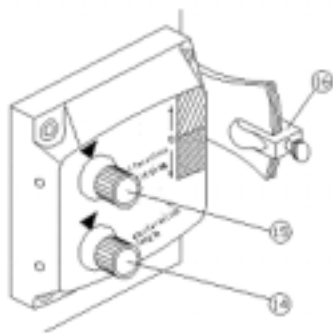
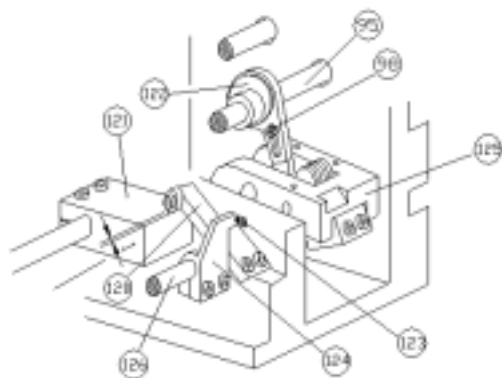

FIG. 46
FIG. 47
Cet ajustement est emporté au moyen du pied de la pression levier de la promenade de l'ascenseur qui peut être atteint en enlevant l'abri sur la partie arrière du bras. Placez un morceau de carte ou a plié le papier sous les pieds de la pression. Avec le cadran gradué pour l'ajustement de la longueur tourné dans complètement un anti comme les aiguilles d'une montre direction, faites 11 trous avec une distance de 16 mm entre le premier et onzième trou. Arrangez le registre de l'arrêt inférieur (98) pour la longueur du point minimum contre le reliant levier (97). Alors mettez le cadran à " 0" et serrez le cadran qui serre la vis. FIG. 28 & FIG.46. Tour le cadran comme les aiguilles d'une montre jusqu'à ce que le vernier soit à place 81/2. Ne mettez jamais le cadran au-delà cette place. Arrangez le registre de l'arrêt
Tournez le cadran de la correction du point gradué (15) aussi loin qu'il entrera un comme les aiguilles d'une montre direction. Mettez le vernier sur ((0)), arrangez-le dans cette place, et alors tourne le cadran aussi loin qu'il entrera un anti comme les aiguilles d'une montre direction. FIG. 46. Tournez le cadran de la longueur du point gradué (14) dans un comme les aiguilles d'une montre direction et l'a mis à la durée maximale. Serrez les vis du levier de la correction du point (120) afin que puisse être placé à la main à une distance du registre de la correction (121). FIG. 47. Tournez la main roue jusqu'à ce que la barre de l'aiguille atteigne son L.D.C. dans le deuxième cycle. Avec la barre de l'aiguille à son L.D.C. place l'excentrique de la correction du point (122) dans la place dans quel le point levier de la correction (120) ne déplace pas quand la place du levier du renversement (16) sur la boîte de l'ajustement est renversé à maintes reprises.
Chèque qui l'excentrique (122) et la bielle est encore dans ligne avant de serrer les vis de l'excentrique. Arrangez le levier du renversement (16) dans la place la plus basse au moyen de la vis avec la tête du knurled. FIG. 46. Défaites les serrant vis du point levier de la correction (120) et la correction enregistre (121). Avec la barre de l'aiguille encore à son L.D.C. dans le deuxième cycle, placez la portée du point levier de la correction (120) afin que la ligne de contact avec le bloc du registre de la correction (121) est 1 mm du bord de devant du registre lui-même, et alors serre complètement les vis de la correction enregistrent le bloc. FIG. 47. Tournez la vis de l'ajustement (123) dans le levier du comptoir jusqu'à la fin de son projet du tibia approximativement 1 mm du levier du comptoir (124). Bloquez la vis avec sa noix de la serrure. Avec la barre de l'aiguille à son L.D.C. dans le 2e cycle, et garder la vis de l'ajustement (123) du repos du levier du comptoir contre le levier de la correction du point (120), déplacez des leviers et serrez les serrant vis du levier du comptoir dans la place dans lequel il y a une distance de 1.5 mm entre la portée et la correction enregistre (121). Maintenant faites des trous dans un morceau de carte. Faites cette ligne de points avec un ((B)). Dans ce cas (B) le point corrigé court serait visible sur la partie inférieure d'un échantillon de structure, depuis le levier du renversement (16) sur la boîte de l'ajustement était dans la place
- (i) Faites certain que la vis de l'ajustement (123) est tourné avec la portée du levier de la correction (120) a poussé contre le bloc du registre de la correction (121). Après avoir ajusté, arrangez la vis de l'ajustement avec sa noix du bloc et bloquez les vis du levier de la correction du point (120) pendant que cela se repose contre le bloc du registre de la correction (121). FIG. 47.